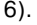
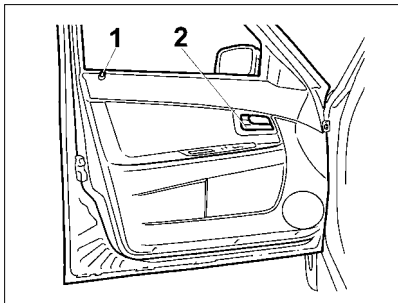
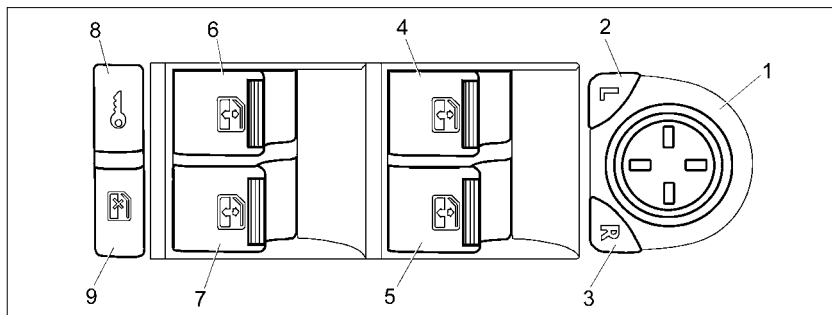
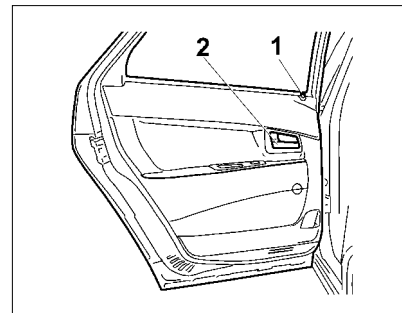

**Рис. 3. Открывание двери**
Рис. 4. Передняя левая дверь
Рис. 6. Модуль двери водителя
Рис. 7. Задняя левая дверь
**Передние двери** блокируются: снаружи – поворотом ключа 1 (рис. 3) или нажатием кнопки блокировки  на пульте дистанционного управления; изнутри – нажатием кнопки 1 (рис. 4, 5) на обивке двери или клавиши 8  в модуле двери водителя (рис. 6). Блокировать замки передних дверей можно только при закрытых дверях.
**Двери открываются:** снаружи – за ручку в направлении стрелки (рис. 3), а изнутри – поворотом на себя рукоятки 2 (рис. 4, 5). Если замок двери заблокирован, то ручка будет иметь холостой ход.
**Для подъема и опускания стекол** передних и задних дверей используются электростеклоподъемники, которые могут управляться от переключателей модуля двери водителя (рис. 6, поз. 4...7)\*, от переключателей в пассажирских дверях и от кнопок  и  пульта дистанционного управления. Для подъема нужно вам стекла потяните за край соответствующего переключателя электростеклоподъемника вверх.
\* В варианте исполнения переключатели поз. 6, 7, 9 рис. 6 могут отсутствовать.
**Задние двери** блокируются снаружи – пультом дистанционного управления, изнутри салона нажатием кнопки 1 (рис. 7, 8) на двери или клавиши 8  в модуле двери водителя (рис. 6). Блокировка замков задних дверей возможна как при открытых, так и при закрытых дверях.
Для опускания и подъема стекла задних дверей используются электростеклоподъемники (**в варианном исполнении**), которые приводятся в действие переключателями 6 и 7 (рис. 6) в модуле двери водителя и кнопками  и  пульта дистанционного управления.